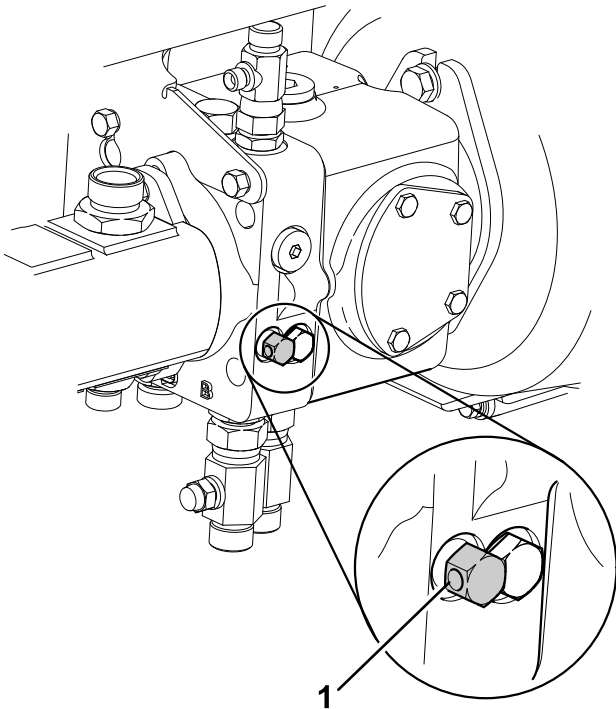

Figura 47
7. Libere el sistema de frenado hidráulico girando la válvula de desvío, situada debajo de la bomba de la transmisión, un máximo de tres giros en sentido antihorario (Figura 47).